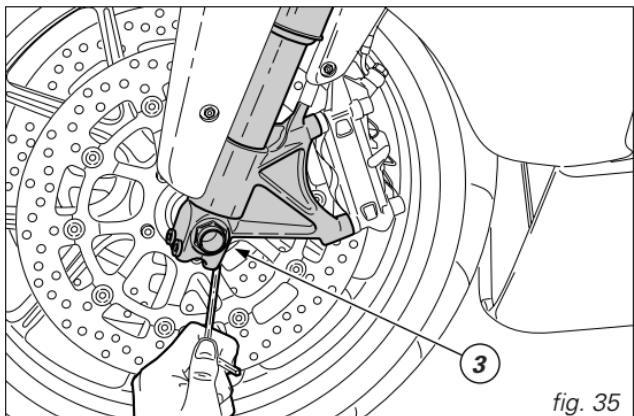

fig. 35
- 3) (fig. 35) régler le frein hydraulique en compression.
Pour agir sur la vis de réglage (3), insérez une clé mâle hexagonale de 3 mm à travers le trou comme indiqué en fig. 35.